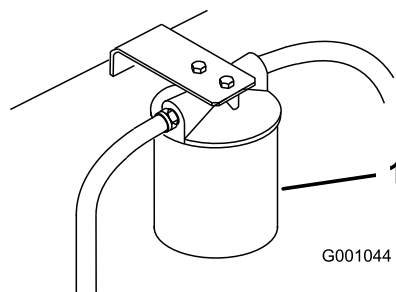

Bild 76
3. Stellen Sie eine Auffangwanne unter den Filter, bauen Sie den alten Filter aus und wischen Sie die Dichtungsfläche des Filterstutzens sauber (Bild 76).